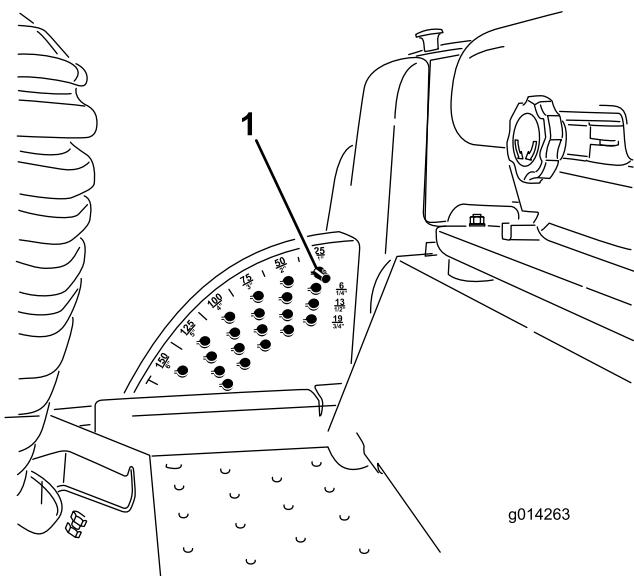

Рисунок 16
Примечание: Чтобы зафиксировать деку газонокосилки в поднятом положении, поднимите деки в последнее положение 15 см, вытащите стопорный штифт высоты скашивания (см. «Регулировка высоты скашивания») и вставьте стопорный штифт положение высоты скашивания 15 см (Рисунок 16).
- При работающем двигателе нажмите выключатель подъема деки назад, пока дека газонокосилки не поднимется полностью, и немедленно отпустите выключатель (Рисунок 16).
- Чтобы отрегулировать высоту скашивания, поверните стопорный штифт так, чтобы его выступы совпали с прорезями в отверстии кронштейна высоты скашивания, и вытащите штифт (Рисунок 16).
- Выберите отверстие в кронштейне высоты скашивания, соответствующее необходимой высоте скашивания, вставьте штифт и, нажимая на него, поверните так, чтобы он зафиксировался в отверстии (Рисунок 16).
Примечание: На кронштейне есть четыре ряда отверстий (Рисунок 16). Верхний ряд дает вам высоту скашивания, указанную над штифтом. Второй ряд дает вам указанную высоту скашивания, плюс 6 мм. Третий ряд дает вам указанную высоту скашивания, плюс 12 мм. Четвертый ряд дает вам указанную высоту скашивания, плюс 18 мм. Для положения 15,8 см есть только одно отверстие, расположенное во втором ряду. Это положение соответствует высоте скашивания 15,8 см, и к нему не добавляется 6 мм.